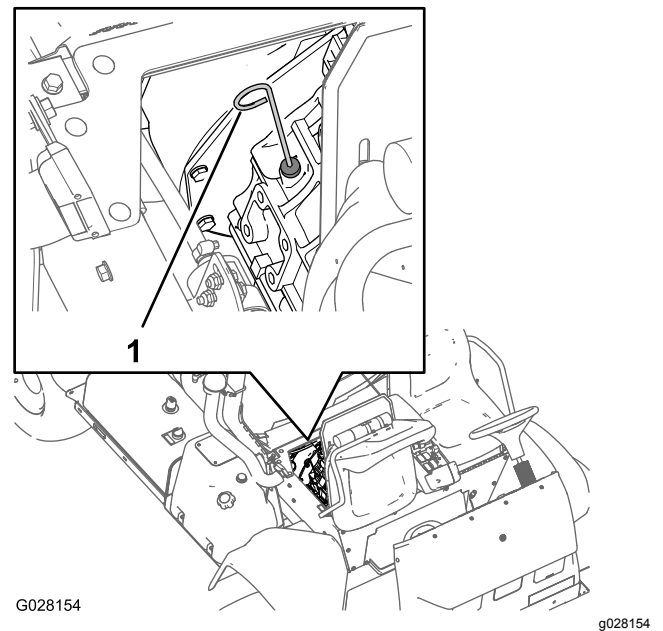

Figura 72
6. Retire a vareta e verifique o nível de óleo no motor (Figura 72).
7. Adicione devagar o óleo especificado para elevar o nível até à marca Cheio da vareta (Figura 72).